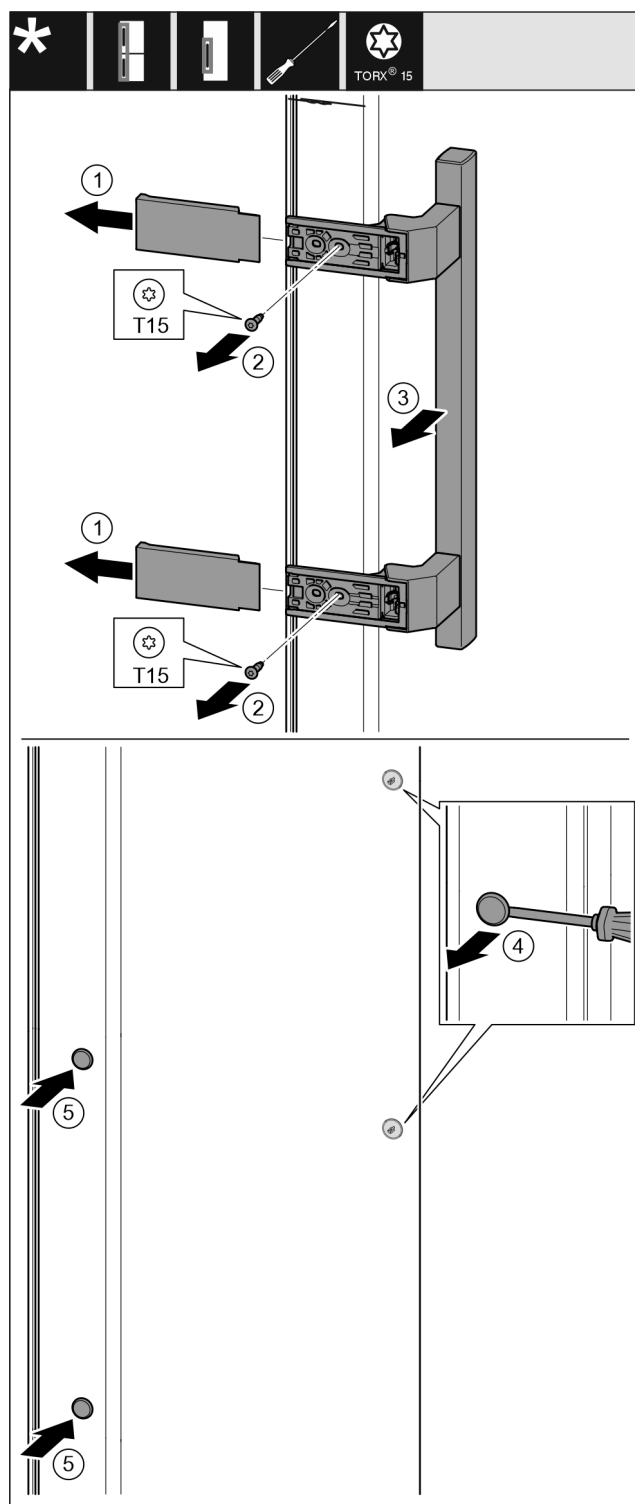

Fig. 37
- ▶ Retirer le cache. Fig. 37 (1)
- ▶ Desserrer les vis avec le tournevis T15. Fig. 37 (2)
- ▶ Déposer la poignée. Fig. 37 (3)
- ▶ Soulever délicatement le bouchon latéral avec un tournevis plat et le sortir. Fig. 37 (4)
- ▶ Remettre en place le bouchon de l'autre côté. Fig. 37 (5)